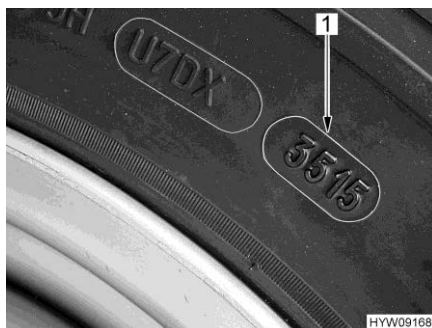

Fig. 212 Numero DOT
- ▷ Gli pneumatici non devono avere più di 6 anni perché la mescola di gomma col tempo invecchia e si sbriciola. Il codice DOT (Fig. 212,1) di quattro cifre sul fianco del pneumatico indica la data di produzione. Le prime due cifre indicano la settimana, le ultime due cifre l'anno di produzione.